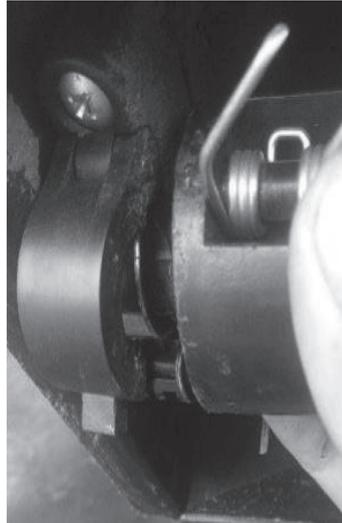
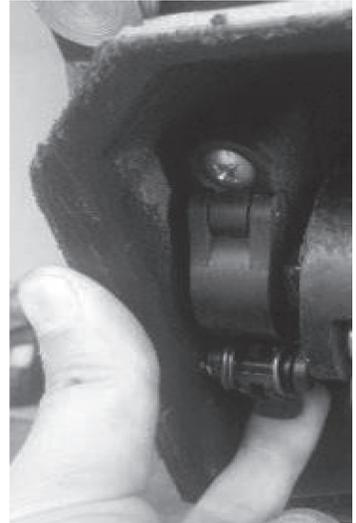

Рис. 23
Рис. 24
- Вставьте второй конец с подшипником в посадочное крепление с левой стороны (рис. 23) и закрепите его фиксатором (рис. 24)